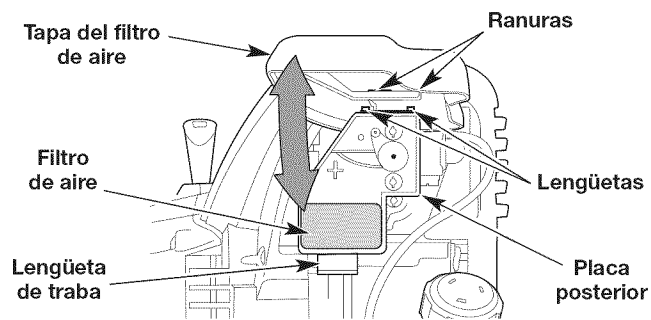

Fig. 21
1. Abra la tapa del filtro de aire: presione la lengüeta de de traba hacia adentro y gire la tapa del filtro de aire hacia arriba (Fig. 21).
2. Quite el filtro de aire (Fig. 21).
6. Reinstale el filtro de aire (Fig. 21).
7. Cierre la tapa del filtro de aire: coloque las lengüetas de la placa posterior en las ranuras de la tapa del filtro de aire. Gire la tapa del filtro de aire hacia abajo y presiónela hasta que la lengüeta de traba encaje en su lugar (Fig. 21).